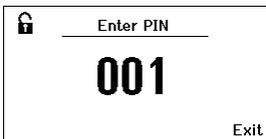

Fig. 26
3. Régler le code de verrouillage à trois chiffres (entre 001-999) à l'aide de la roue de clic (7) (voir fig. 26).
4. Confirmer la valeur à l'aide de la touche Entrée (8).